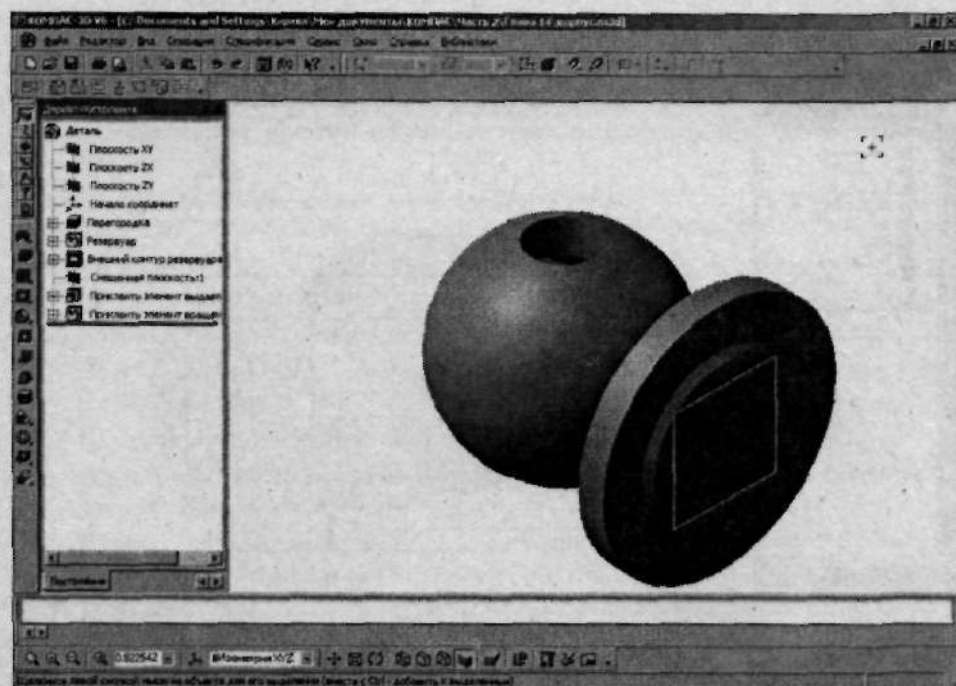

Рис. 2.136. Так выглядит модель с одним построенным патрубком
19. Чтобы создать элемент, щелкните по кнопке (**Создать объект**). Таким образом фланец создан (рис. 2.136).